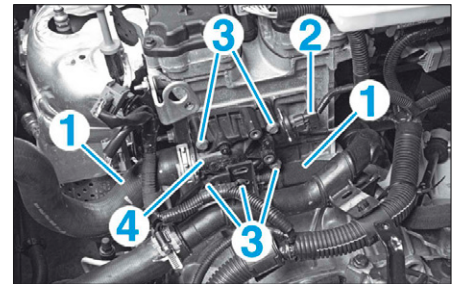

FIG. 14
- Déposer les durites (1) (Fig.14).
- Débrancher le connecteur (2) de la sonde de température.
- Déposer les vis (3) et extraire le boîtier thermostatique (4).